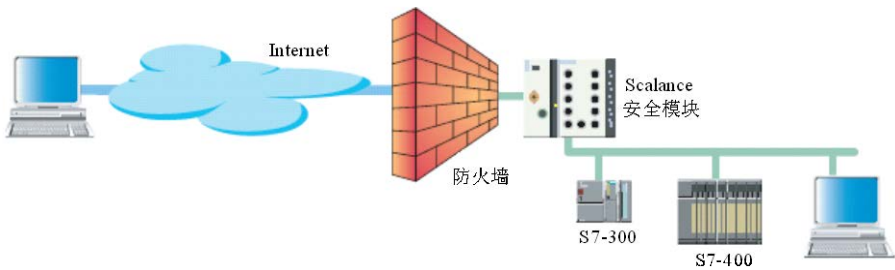

图 10-9 防火墙与安全模块
5) 在 PROFINET 和控制设备之间设置 Scalance S 安全模块（见图 10-9）。安全模块的防火墙用于保护 PLC 免受未经授权的访问。在验证通信伙伴身份的可靠性和发送数据的加密性方面，防火墙可以作 VPN 的替代或补充。